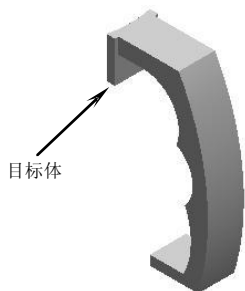

图5-32
7. 选择前两步绘制的草图轮廓，在【成形特征】工具条中单击【拉伸】按钮，弹出【拉伸】对话框。在【选择步骤】栏中选择【求和】选项，然后选择求和的目标体。在【起始】下拉列表中选择【对称值】选项，并在【起始】输入框中输入“7.5”，最后单击 **确定** 按钮创建拉伸特征，结果如图 5-32 所示。